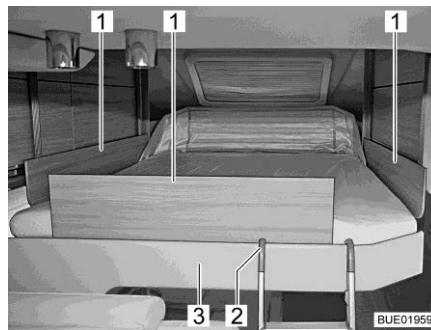

Fig. 139 Lit escamotable avec plaques de sécurité
- Mettre les plaques de sécurité (Fig. 139,1) en place entre le matelas et la bordure du lit (Fig. 139,3).
- Accrocher : ■ Accrocher les deux étriers de l'échelle de montée (Fig. 139,2) à la bordure du lit (Fig. 139,3).
- Ranger : ■ Décrocher l'échelle de montée (Fig. 139,2) de sur la bordure du lit (Fig. 139,3).
S'il n'est plus possible de déplacer le lit escamotable avec les touches fléchées (Fig. 139,2 et 8), contrôler d'abord le fusible de réserve 3 sur le bloc électrique (voir paragraphe 9.12.1). Si le fusible n'est pas défectueux mais qu'il n'est toujours pas possible de déplacer le lit escamotable, ce dernier peut l'être manuellement.